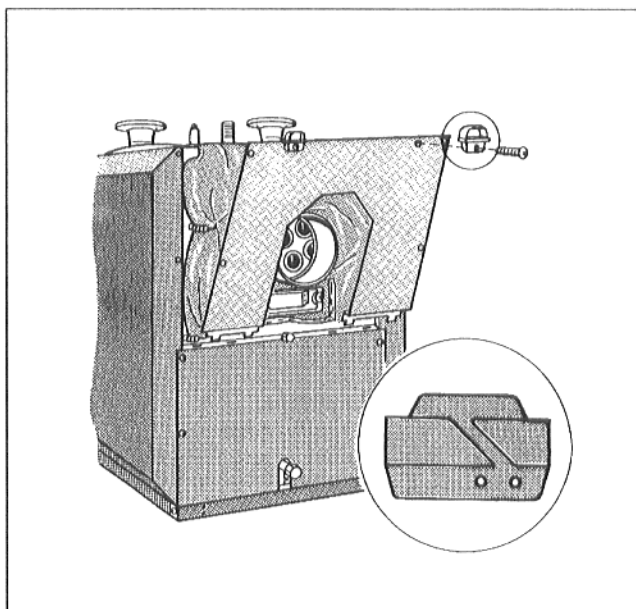

Рис. 13
- Вдеть 4 серьги верхней части задней стенки в шлицы нижнего участка задней стенки, уложить справа и слева на окантовку боковых стенок и привинтить 4 самонарезными винтами (Рис. 13).
- Привинтить держатели кабеля справа и слева к верхней части задней стенки, используя по одному самонарезному винту (Рис. 13).